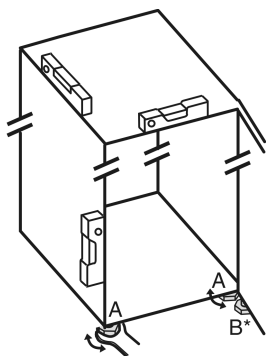

Fig. 26
- Svitare i piedini regolabili Fig. 26 (A) con la chiave a forchetta contenuta nella fornitura e con l'aiuto di una bilancia idrostatica, finché l'apparecchio non si trova in posizione stabile e piana.
- Con la chiave a forchetta in dotazione, svitare il piedino regolabile Fig. 26 (B) sul cuscinetto di supporto inferiore, fino a farlo appoggiare sul pavimento.
- Ruotare ulteriormente il piedino regolabile Fig. 26 (B) di 90°.